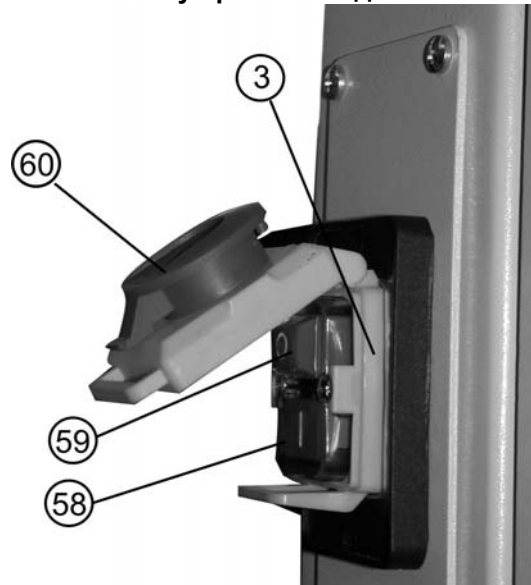

Рис. 18
12.2. Включение (Рис. 18)
12.2.2. Нажмите красную кнопку (60) и сдвиньте ее вверх, как показано стрелкой на красной кнопке (60) магнитного пускателя (3), Рис. 18.